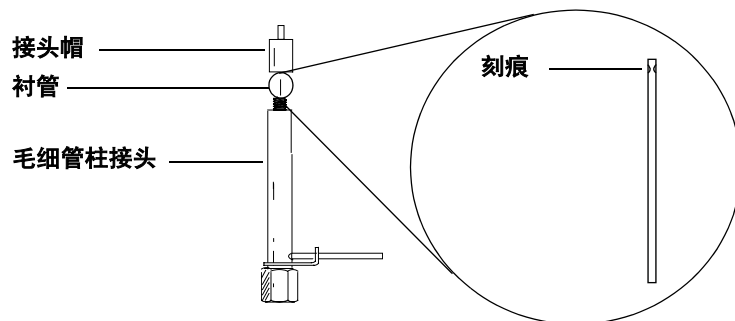

图 99 ECD 的柱接头
- 2 检测衬管。如果它已碎裂，就请更换之，然后重新安装帽。刻痕一定要在柱接头的帽一端（图 99）。